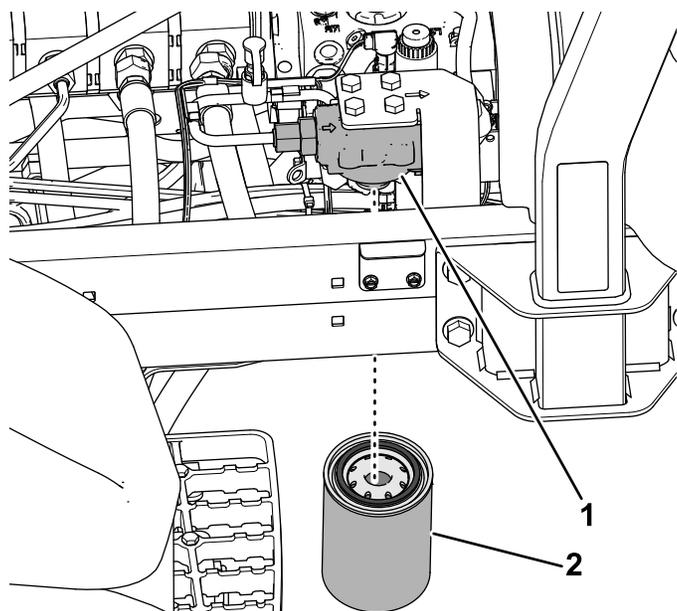

図 149
3. 機体左側で、チャージフィルタの下にオイル受けを置く 図 149。